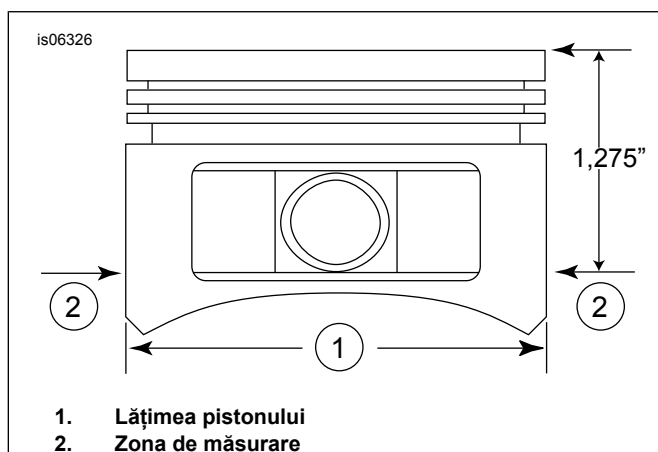

Figura 2. Măsurători piston
5. Consultați Figura 2 . Măsurați lățimea pistonului (1), orizontal la 90 de grade din ambele părți ale orificiului pinului de piston și 32,38 mm (1,275 inci) în jos de la suprafața punții (partea superioară) a pistonului (2). Consultați Tabelul 11 pentru potrivirea pistonului-la cilindru în această loc.